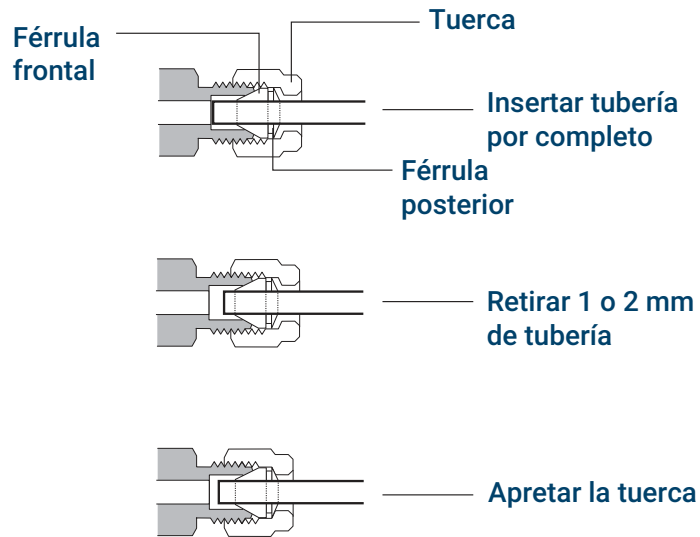

Figura 55. Inserción de la tubería
4. Empuje el tubo completamente hacia el interior del tapón y después retírelo aproximadamente de 1 a 2 mm. Consulte la **Figura 55**.